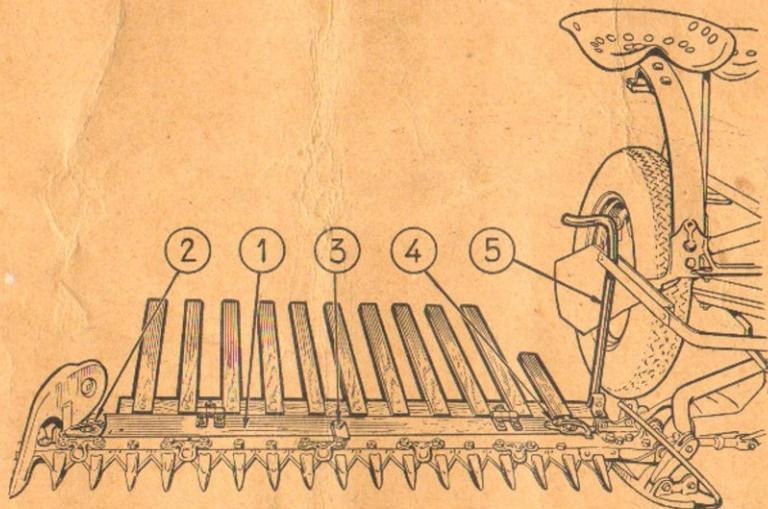

Fig. 2
6° Mettre en place (Fig. 2) la plateforme de décharge (1) : pour cela, enlever le pivot extérieur (2) ; engager les pattes (3) sur la barre et le pivot extérieur (4) dans son logement, et remonter le pivot (2).